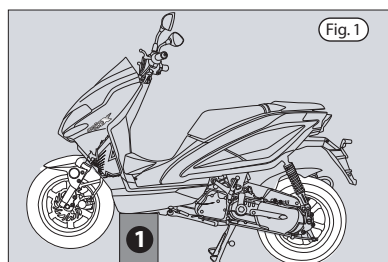

Fig. 1
- VORDERRADBREMSE: führe eine Sichtkontrolle der vorderradbremse aus (Abb.1).
- FRENO DELANTERO: efectuar el control visualmente en el freno delantero (fig.1).
- Regular el juego actuando sobre el registro 1 (fig.1) que se encuentra debajo del extremo trasero de la transmisión.
- Rimuovi la pinza freno svitando le 2 viti 1 (fig. 1) che la tengono fissata alla forcella e sfilala dalla pinza dal disco.
- Remove the brake caliper by unscrewing the 2 screws 1 (fig. 1) fixing it to the fork. Extract the caliper from the disc.
- Pour ôter l'étrier de frein desserrer les deux vis 1 (fig. 1) le fixant à la fourche, et puis l'extraire du disque.
- Die beiden Schrauben 2 (Abb. 1), mit denen die Bremszange an der Gabel befestigt ist, abschrauben und die Bremszange von der Bremsscheibe abnehmen.
- Saca la pinza del freno desenroscando los 2 tornillos 1 (fig. 1) que la mantienen fija a la horquilla y extrae la pinza del disco.
- Put the odometer transmission (2) on the right side of the wheel by inserting the transmission tang in the seat on the hub wheel (see figure 1).
- Positionner le renvoi compteur kilométrique (2) du côté droit de la roue en introduisant la languette du renvoi dans son siège sur le moyeu de la roue (voir fig. 1).